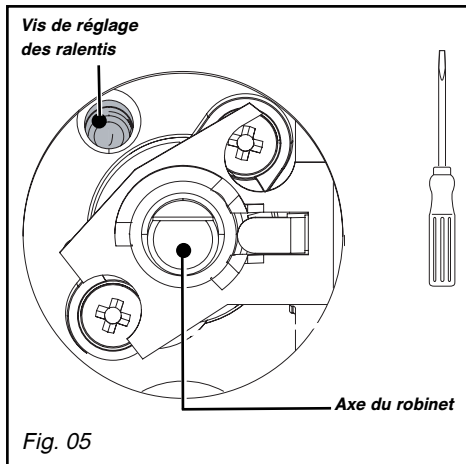

Fig. 05
- A l'aide d'un petit tournevis plat, **vissez à fond** la vis de réglage des ralents en laiton (jaune) (Fig. 05), **dans le sens des aiguilles d'une montre**.